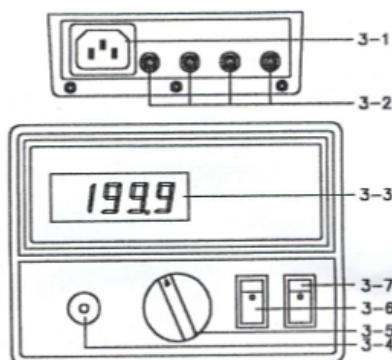

Fig. 1
2) A. Coloque el interruptor de encendido/apagado (3-7-Fig.1) en la posición de encendido (posición “1”).
b. Gire el interruptor de rango rotatorio (3-5, Fig. 1) al rango 200 m ohm, 2000 m ohm, 20 ohm, 200 ohm, 2000 ohm. c. Coloque el interruptor “200 m ohm/2000 m ohm, 20 ohm, 200 ohm, 2000 ohm” (3-6, Fig. 1) en la posición “200 ohm” del rango de medición de 200 m ohm.
d. Coloque el interruptor “200 m ohm/2000 m ohm, 20 ohm, 200 ohm, 2000 ohm” (3-6, Fig. 1) en cualquier posición excepto el rango de medición de 200 m ohm.
b. Gire la perilla de ajuste a cero (3-4, Fig. 1) hasta que la pantalla muestre los valores de lectura a cero.